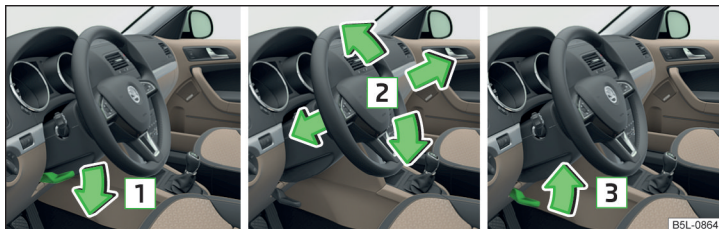

Fig. 3 Reglarea poziției volanului
- Rabatați maneta de siguranță de sub volan în sensul săgeții 1 » fig. 3.